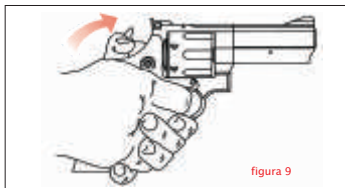

figura 9
2. Mantendo o cão puxado para trás, coloque o dedo no gatilho e pressione-o até o final de seu curso. Imediatamente, leve suavemente o cão à frente enquanto libera o gatilho. (**figura 9**)